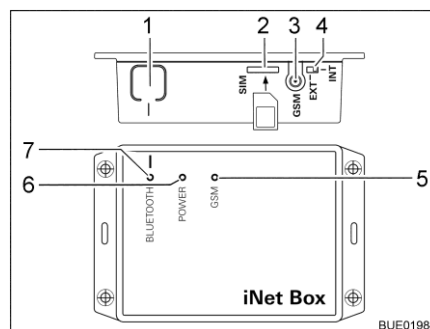

Fig. 194 Truma iNet-Box
- Pulsar la tecla BLUETOOTH (Fig. 194,1) en la iNet-Box por 1 segundo. La Truma iNet-Box estará visible por aprox. 2 minutos en el terminal móvil (nombre: "Truma iNet-Box"). Durante este intervalo, el LED BLUETOOTH azul (Fig. 194,7) estará parpadeando.
- Insertar la tarjeta mini SIM con número de teléfono propio y suficiente crédito cuidadosamente en la ranura (Fig. 194,2) de la Truma iNet-Box del modo mostrado hasta que engatille. El LED GSM rojo (Fig. 194,5) deberá parpadear de manera permanente. Si el LED rojo se apaga después de 20 segundos: Controlar la tarjeta mini SIM.